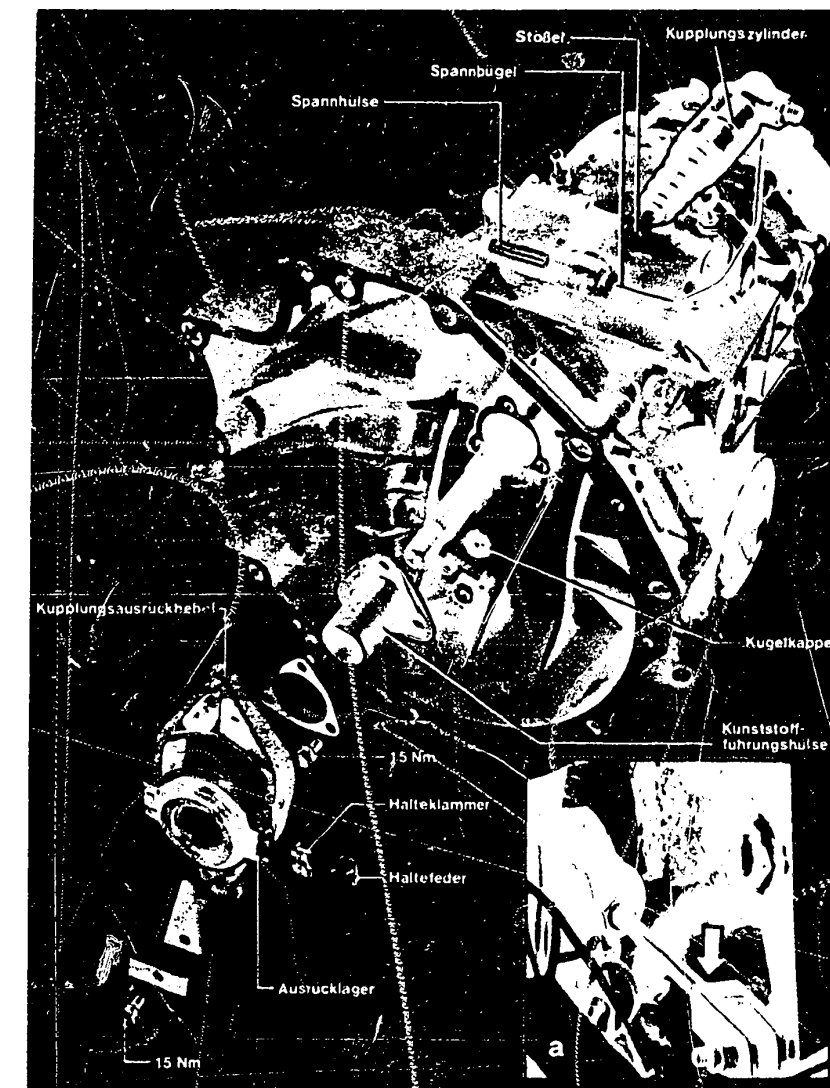

Bild 25b Einzelteile des zerlegten 5-Gang-Schaltgetriebes.
a) Für den **Aus- und Einbau** muss beim Turbomotor das vordere Auspuffrohr vom Lader gelöst werden. Der Kupplungszyylinder wird mit der angeschlossenen Leitung ausgebaut und zur Seite gelegt. Für den Ausbau muss die Spannhülse (Bild 25b) ausgetrieben werden. Die Gelenkwellen werden direkt am Getriebe gelöst. Bevor man das Getriebe löst und vorsichtig nach unten ausfährt, muss der Motor an einem Kran oder ein Abstützrohr gehängt werden. Vor dem Getriebeeinbau ist die Spannhülse des Kupplungszyinders in der Bohrung anzusetzen.